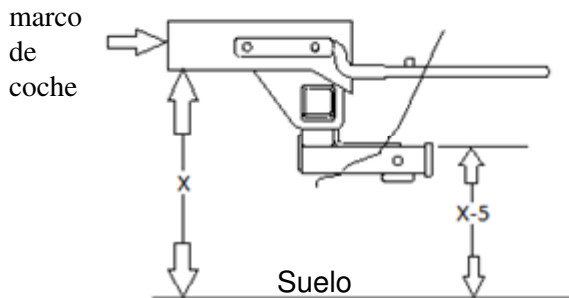
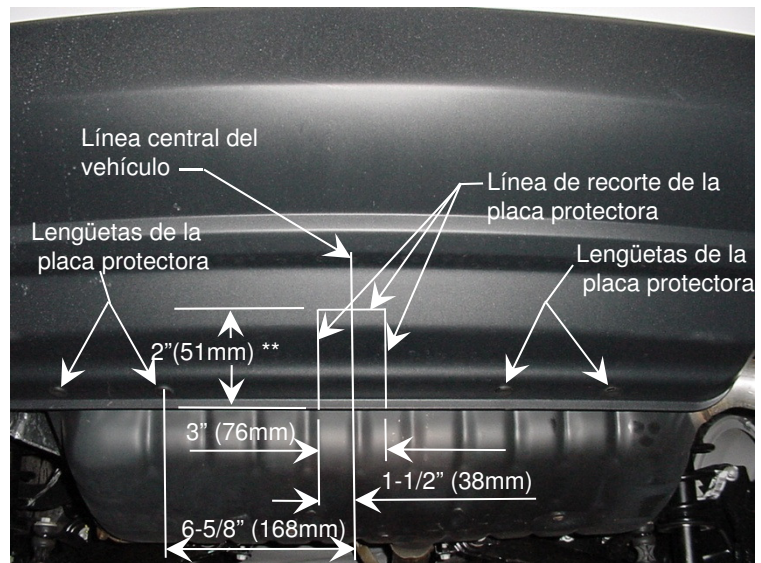

Figura 4
Figura 3
1. Si el vehículo tiene **gancho de remolque opcional** vea la **Nota 1.** arriba. Para el **Compass Rallye** vea la **Nota 2 y Figura 2.** **Consulte con el propietario del vehículo.** Para los modelos **2011 y posteriores de Jeep Patriot y Compass.** Se requiere el recorte de la placa protectora para la instalación del enganche. Obtenga la aprobación del propietario del vehículo antes de cortar. Ver **Figura 3 y Figura 4** para diagramas de recorte de la placa protectora.
** El modelo 2011 tiene un recorte vertical de la placa protectora de 2" (medido desde la base del reborde de la placa protectora). Marque la placa protectora con un marcador no permanente. Vuelva a confirmar la altura de corte de la placa protectora usando el procedimiento de la figura 4 y marque la altura desde el piso hasta la placa protectora. Recorte la más baja de las dos marcas.